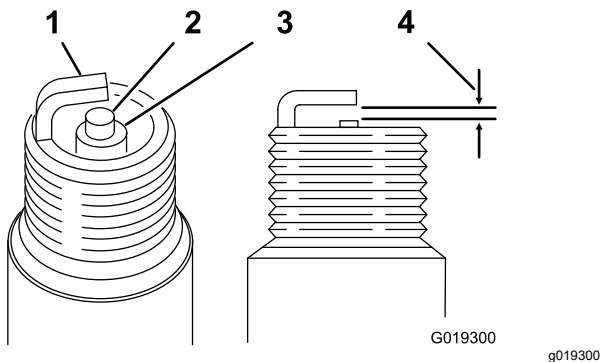

Bild 32
Elektrodenabstand: 0,70 bis 0,80 mm, siehe Bild 32
4. Stellen Sie den Abstand auf 0,70 mm bis 0,80 mm ein, wie in Bild 32 abgebildet.